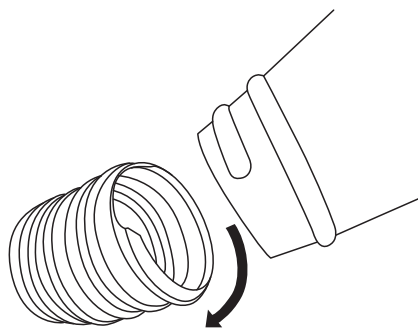

Fig. 23a
- Faire tourner le tuyau dans le **sens horaire** pour le retirer (Fig. 23a).